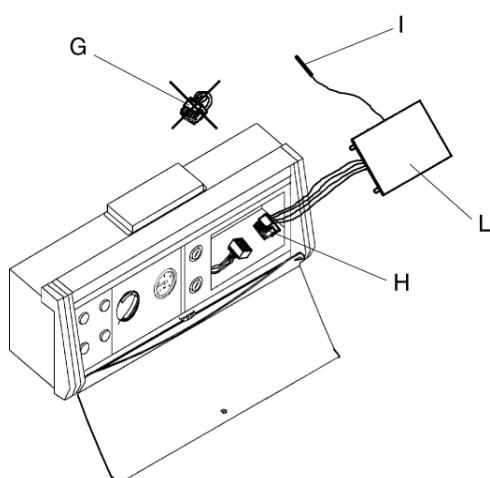
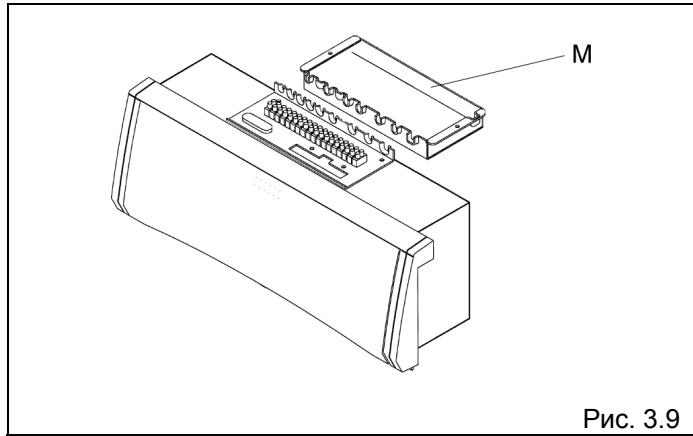

Рис. 3.8
Рис. 3.9
- отсоедините 12-и штырьковый коннектор (G), который находится внутри панели управления, и вместо него присоедините 12-и штырьковый коннектор (H), который идет к электрическим контактам клеммника (рис. 3.8)
- пропустите датчик (I) терmostата предельной температуры, который имеет 6 контактов, через одно из отверстий для проводов, имеющихся в корпусе панели управления (рис. 3.8)
- расположите датчик (I) внутри гильзы для датчиков, которая находится в котле (смотри соответствующее руководство)
- закройте крышкой (L) панель управления и защелкните ее.
- снимите с корпуса защитную крышку клеммника (M), для чего отвинтите два крепежных винта (рис. 3.9)